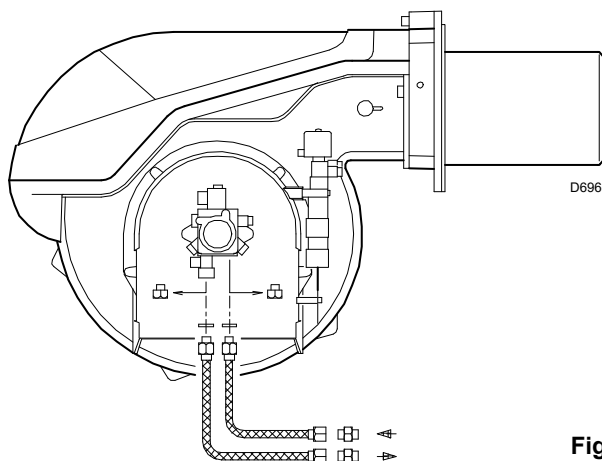

Fig. 17
7.2 Collegamenti idraulici (Fig. 17)